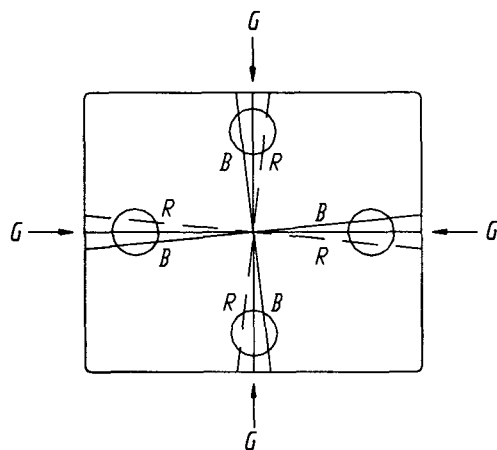

Рис. 6.6. Сведение линий
17. Снимают с ОС временно установленный ранее резиновый клин А (рис. 6.5) и, наклоня фронтальную часть ОС вверх или вниз, добиваются наилучшего сведения перекрещивающихся вертикальных и горизонтальных красных и синих линий (рис. 6.6). Временно помещают (не снимая защитной бумаги с липкого слоя) резиновые клинья между ОС и кинескопом в позиции А и D (рис. 6.5).